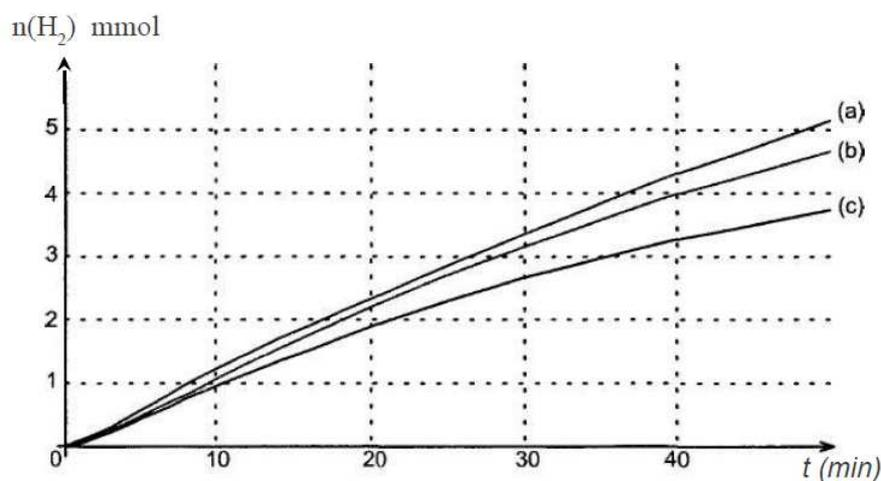

Figure 3
Pour chacune des expériences 1, 2 et 3, on a tracé sur la figure 3 ci-dessous les trois courbes (a), (b) et (c) représentant la quantité de matière de dihydrogène  $n_{(H_2)}$  de la réaction lors des 50 premières minutes.
**2.1.** Associer à chacune des courbes de la figure 3 le numéro de l'expérience 1, 2 ou 3 correspondante. Justifier.